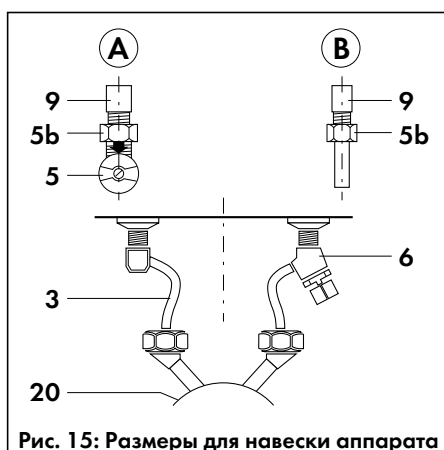

Рис. 15: Размеры для навески аппарата
- Установив прокладки, навинтите накладки гайки предварительно смонтированных подсоединений водопровода холодной и горячей воды (6) и (3) на соответствующие штуцеры водяного блока аппарата (20), как показано на рис. 15, и затяните резьбовые соединения.
- Если предусмотрена установка арматуры непосредственного разбора № 9011, подсоедините её к водяному блоку аппарата (20), вывинтив предварительно резьбовые заглушки для слива.
- Если не предусмотрен удалённый водоразбор от аппарата, заглушите штуцер для подключения водопровода горячей воды в водяном блоке аппарата (20).